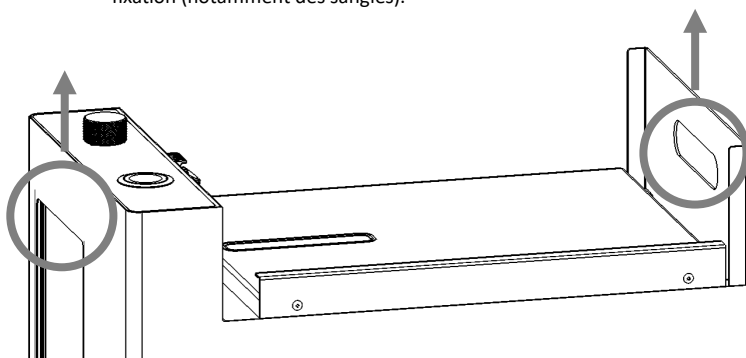

Figure 1 : Prises pour le transport (emballage / déballage)
- La Figure 1 ci-dessus illustre clairement les deux positions de préhension mentionnées ainsi que le sens du mouvement pour le retrait.